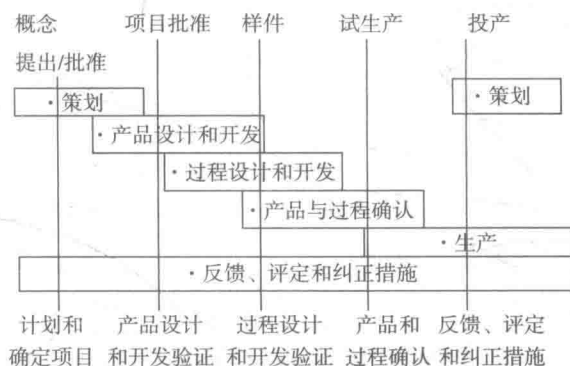

图 1-1 APQP 进度图
4.2 由于 APQP 的周期长、客户要求交期紧，所以 APQP 各子项目必须同步进行，缩短立项到量产的周期。比如一立项，就可着手原材料采购、模具设计，而不是等到了要打样的时候才做。再者，例如我们在做样品测试时，因为时间相对较长，那么就可以着手试产前的准备动作，如工艺流程图、PFMEA、试产控制计划、SOP 制作等，以避免要试产时因资料准备不充分而影响进度，如图 1-1 所示：